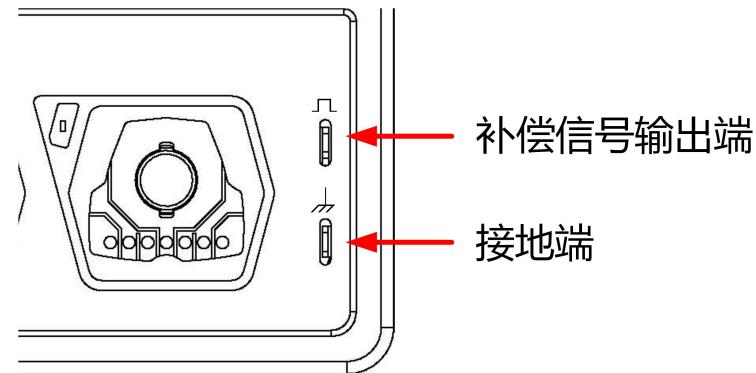

图 5.5 补偿信号
2. 将探头的接地鳄鱼夹连接至图 5.5 所示的“接地端”。
3. 使用探头连接示波器的通道 1 (CH1) 输入端和图 5.5 所示的“补偿信号输出端”。